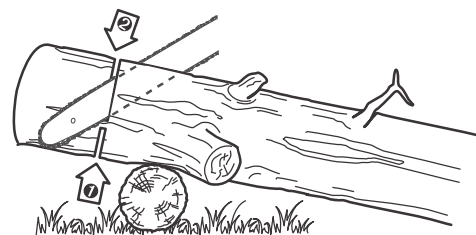

Fig. 40
2. Cuando el tronco está apoyado en un extremo (Fig. 40), corte 1/3 del diámetro de la parte inferior (seccionamiento inferior). A continuación, realice el corte final haciendo un seccionamiento superior que se encuentre con el primer corte.